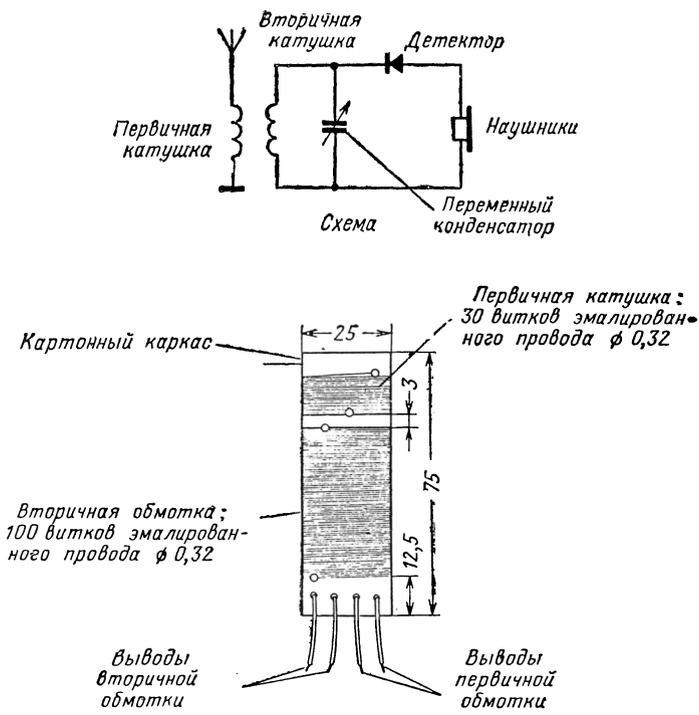

Рис. VI.74. Схема и эскиз катушки детекторного приемника с конденсаторной настройкой.
Просверлите четыре отверстия диаметром 1,6 мм на расстоянии 6 мм от края трубки и между центрами отверстий (рис. VI.74). Еще одно отверстие диаметром 1,6 мм надо просверлить на расстоянии 13 мм от того же края каркаса. Затем следует вставить в него конец обмоточного провода и прочно закрепить его в одном из нижних отверстий. Намотайте на каркас 100 витков провода. Просверлите отверстие диаметром 1,6 мм вблизи конца обмотки и пропустите конец обмотки в это отверстие. Затем закрепите этот конец в одном из отверстий у края трубки. Просверлите еще одно отверстие диаметром 1,6 мм на расстоянии 3 мм от края первой обмотки и намотайте на каркас 30 витков провода, которые будут служить первичной обмоткой.
к диаметру катушки, и приклейте его. Привинтите катушку шурупом к деревянному основанию. Закрепите на деревянном основании кристаллодержатель и контактные зажимы, после чего соедините детали между собой в соответствии со схемой рис. VI.74. Указания по выполнению заземления и выбору антенны были даны при описании простейшего детекторного радиоприемника. После того как приемник будет настроен на какую-либо радиостанцию, найдите наиболее чувствительную точку на кристалле. Это делается путем перемещения подвижного держателя вместе с контактной иглой.
- Антенная катушка (подробности конструкции см. в описании предшествующей модели, рис. VI.74) . . . . . 1